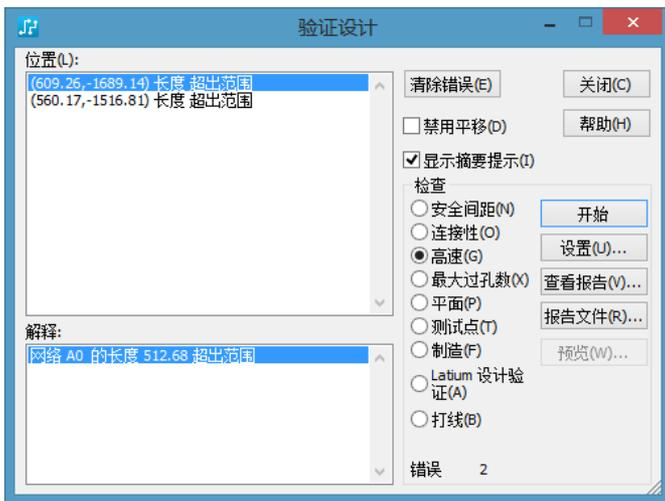

图 15-18 验证结果
- (1) 在“验证设计”窗口中, 单击“开始”按钮。
- (2) 在“位置”列表框和“解释”列表框中查看错误, 如图 15-18 所示。
单击“确定”按钮。注意，只有在图 15-18 中的“检查”选项组中选中“安全间距”单选按钮才能查看平面层中距离方面的错误，同理，选中“连接性”单选按钮查看平面层验证连接性的错误。